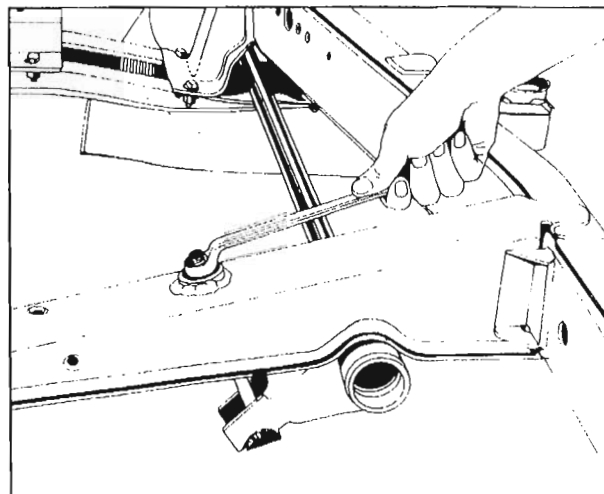

Fig. 9 – Desmontaje de la barra de torsión
- Afloje la contratuerca y la tuerca de ajuste de la palanca de la barra de torsión hasta que se haya soltado toda la carga de la barra de torsión (Fig.9) Retire la contratuerca, el perno de la tuerca y la arandela esférica.